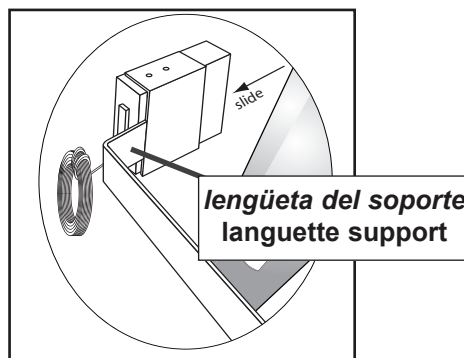

FIG. 4-3 Acople los detectores a los soportes.
- Resbale la fuente/detector en la lengüeta del soporte hasta que haga clic en el lugar (**Fig. 4-3**).
- Glisser la source/le capteur sur la languette du support jusqu'à enclenchement (**Fig. 4-3**).